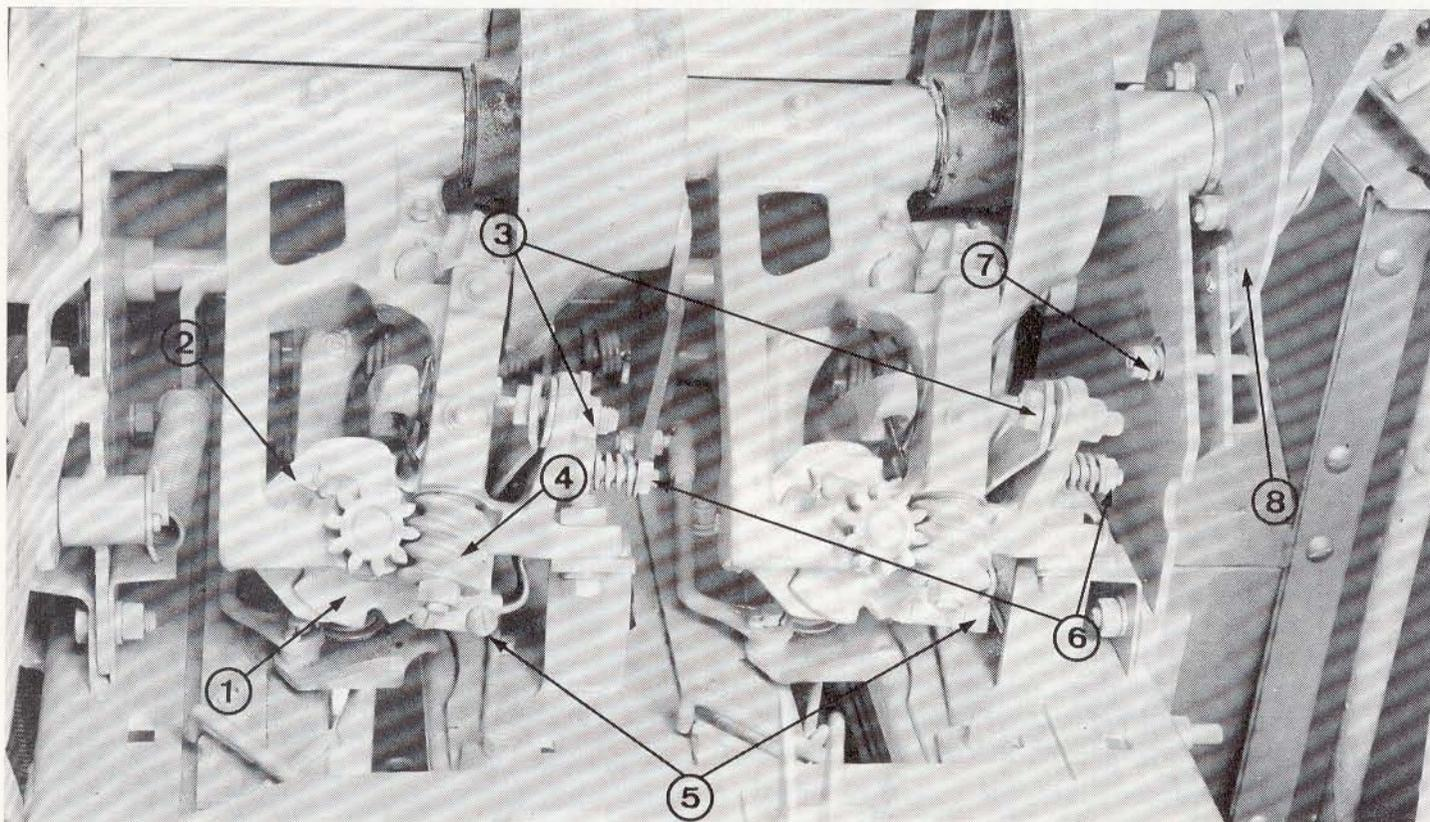

Fig. 28. — Réglage des aiguilles et noueurs.
- 1 - Relâcher toute la tension sur le reteneur de ficelle en desserrant son boulon de réglage. OU BIEN, charger le disque reteneur avec deux brins de ficelle (voir fig. 28).
- 2 - Déclencher le noueur (voir fig. 40), et tourner le volant jusqu'à ce que les aiguilles pénètrent dans le bâti du noueur comme l'illustre la figure 28.
- 3 - Les aiguilles doivent être réglées pour obtenir de 0 à 1,6 mm de jeu avec le bâti du noueur. En même temps les aiguilles doivent être à 1,6 mm maxi des nettoyeurs de disques reteneurs (voir fig. 28).
Le frein d'aiguille doit être suffisamment serré pour empêcher l'aiguille de sauter hors de sa position d'attaque, cependant NE PAS serrer excessivement. La tension est appliquée au frein par l'écrou de réglage représenté en figure 28.